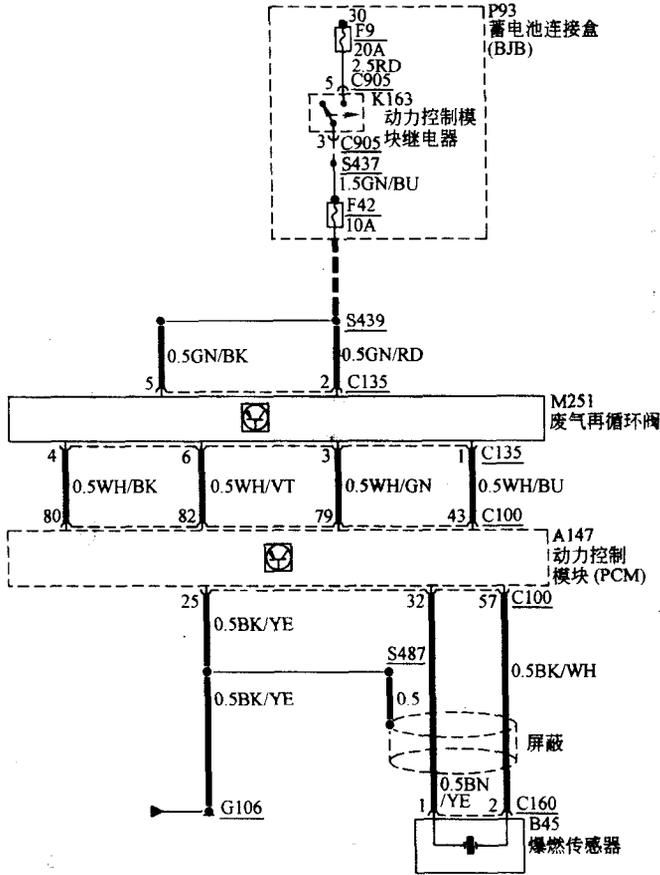

图 1-3 爆燃传感器和废气再循环阀的控制电路
(3) 爆燃传感器和废气再循环阀的控制电路如图 1-3 所示。